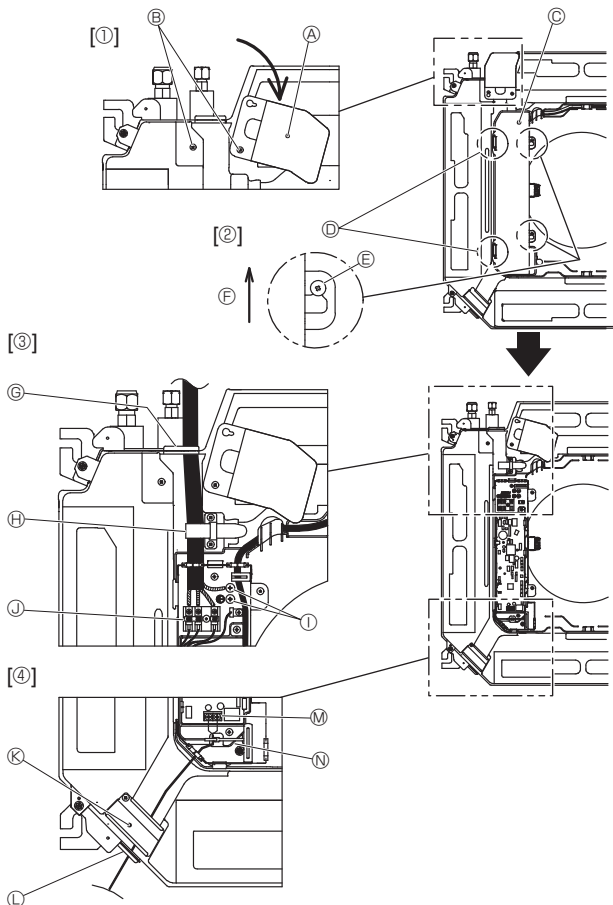
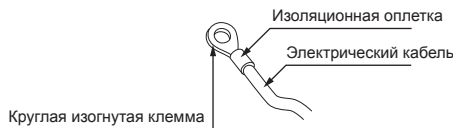
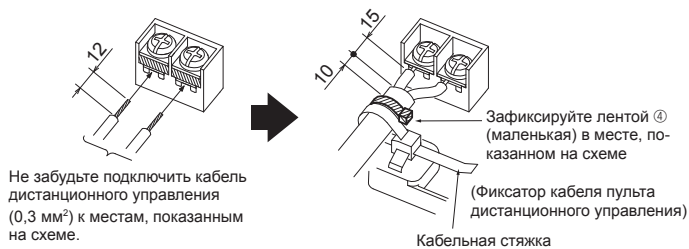

Fig. 6-1
Fig. 6-2
Fig. 6-3
### 6.1. Внутренний прибор (Fig. 6-1)
1. Ослабьте 2 винта, обеспечивающих фиксацию сервисной панели электропроводки, а затем поверните ее. [Fig. 6-1 ①]
2. Ослабьте 2 винта, крепящих крышку распределительного щита, а затем сдвиньте ее. [Fig. 6-1 ②]
3. Проложите силовой кабель, соединительный кабель внутреннего/наружного прибора и кабель заземления через вводы проводки, указанные на диаграмме. [Fig. 6-1 ③] Поместите экранированную часть силового кабеля и внутреннего/наружного соединительного кабеля в распределительный щит. Используйте круглые изогнутые клеммы как клеммы внутреннего/наружного соединения и дополнительный комплект клемм источника электропитания. [Fig. 6-2] В случае невозможности использовать круглые изогнутые клеммы, следуйте порядку, указанному на Fig. 6-3–6-6. По вопросам подключения см. п. 6.1.1. и 6.1.2.
4. Проложите кабель управления через вводы проводки, указанные на диаграмме. [Fig. 6-1 ④, Fig. 6-3] По вопросам подключения см. п. 6.1.1. и 6.1.2.